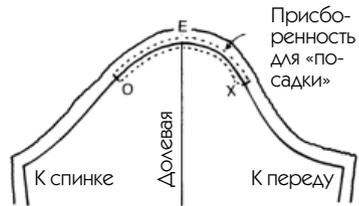

Рис. 347
1. Если на вашем лекале точно не указана нужная длина оката от одной точки до другой, то обозначьте две точки — каждую на расстоянии 8—10 см от линии долевой нити, которая обычно указывает на линию плеча (точки X и O рис. 347).
— Нарисуйте хорошо заметный крестик, который будет обозначать направление «к переду» на каждом рукаве (например, как точка X на рис. 347).
Для подготовки сборки взгляните на рис. 347, если нужно добиться минимального объема. Однако если объем должен быть значительным, то двух нитей будет недостаточно. В таком случае перейдите к разделу «Сборки».